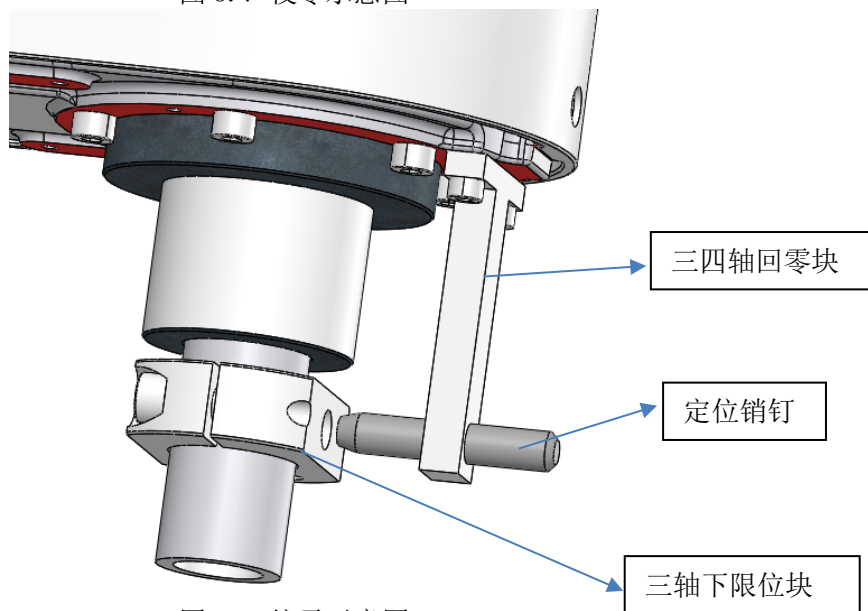

图 3.8 校零示意图二
2) 安装三四轴回零块，将销钉插入三四轴回零块，将机器人速度调整至最慢，移动三四轴，直到销钉的锥孔插入三轴下限位块的锥孔，并且完全贴合，三四轴完成出厂零点的校对，如图 3.8 所示；